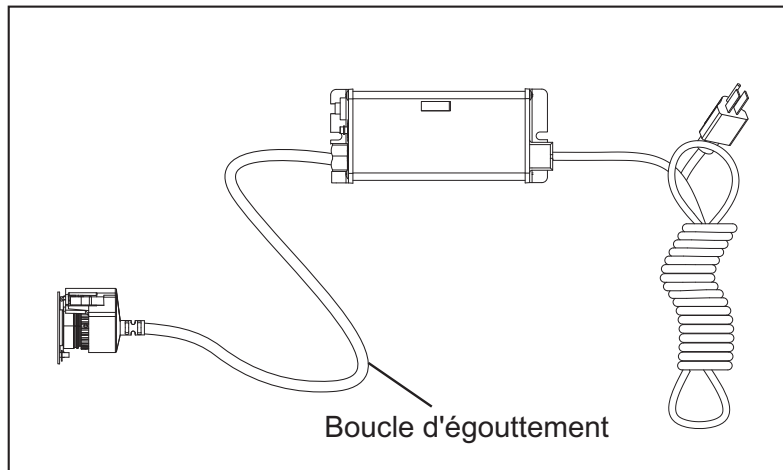

Figure 6 Boucle d'égouttement
- Le dispositif de commande devrait être monté soit au-dessus, soit à côté de la chambre à UV. Montez toujours le dispositif de commande à l'horizontal pour éviter que l'humidité coule le long du cordage et provoque un incendie. Des boucles d'égouttement dans tout le cordage branché au dispositif de commande sont hautement recommandées. Consultez la Figure 6.
4. Montez le dispositif de commande VIQUA ICE horizontalement au mur, à côté de la chambre à UV. Dans l'idéal, placez le dispositif de commande au-dessus de la chambre et loin de tout point de branchement d'eau, pour éviter toute fuite potentielle d'eau sur le dispositif de commande au moyen d'une fuite au niveau d'un point de connexion ou d'un système « transpirant ». Assurez-vous d'avoir laissé une « boucle d'égouttement » comme indiqué dans la Figure 6 sur la lampe UV, le capteur UV et le cordon d'alimentation, à nouveau, pour empêcher l'eau de pouvoir entrer dans le dispositif de commande.